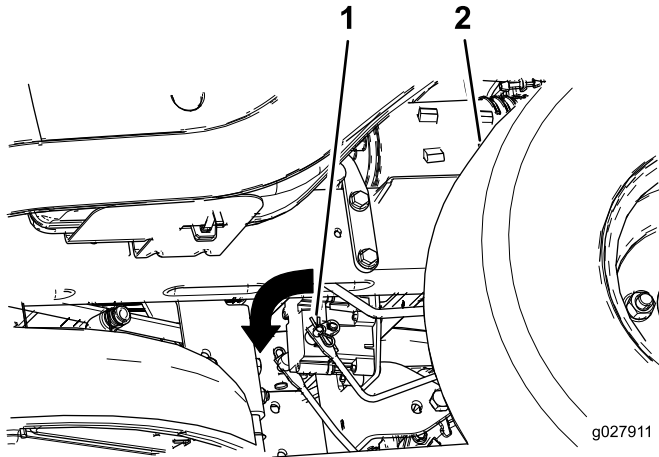

Figura 43
2. Localice los ejes donde están conectados los brazos de enganche de los frenos, en ambos lados del freno eléctrico (Figura 43).